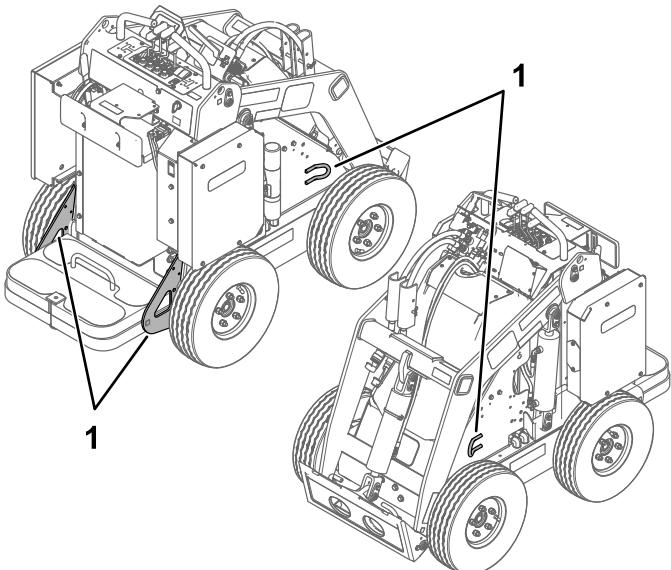

Figura 19
8. Utilizzate gli anelli di ancoraggio in metallo sulla macchina per fissare saldamente la macchina al rimorchio o all'autocarro con fascette, catene, cavi o funi (Figura 19). Fate riferimento ai regolamenti locali per i requisiti di ancoraggio.
Sollevate la macchina utilizzando i punti di sollevamento (Figura 19).